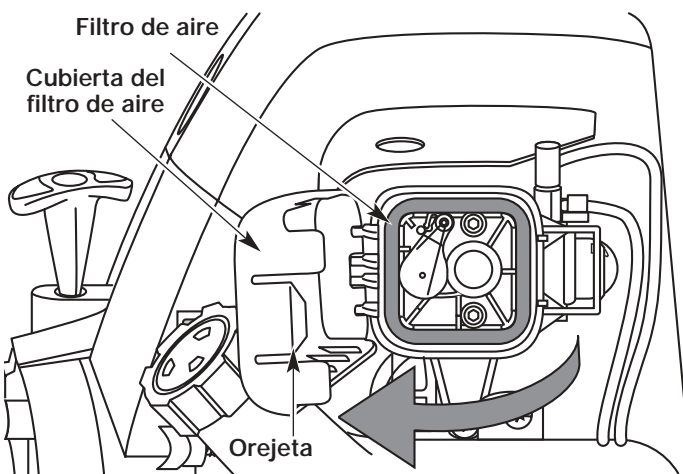

Fig. 35
1. Abra la cubierta del filtro de aire. Empuje hacia adentro la orejeta del lado derecho de la cubierta, y extraiga la cubierta del filtro de aire hacia afuera y hacia la izquierda (Fig. 35).
2. Retire el filtro de aire (Fig. 35).